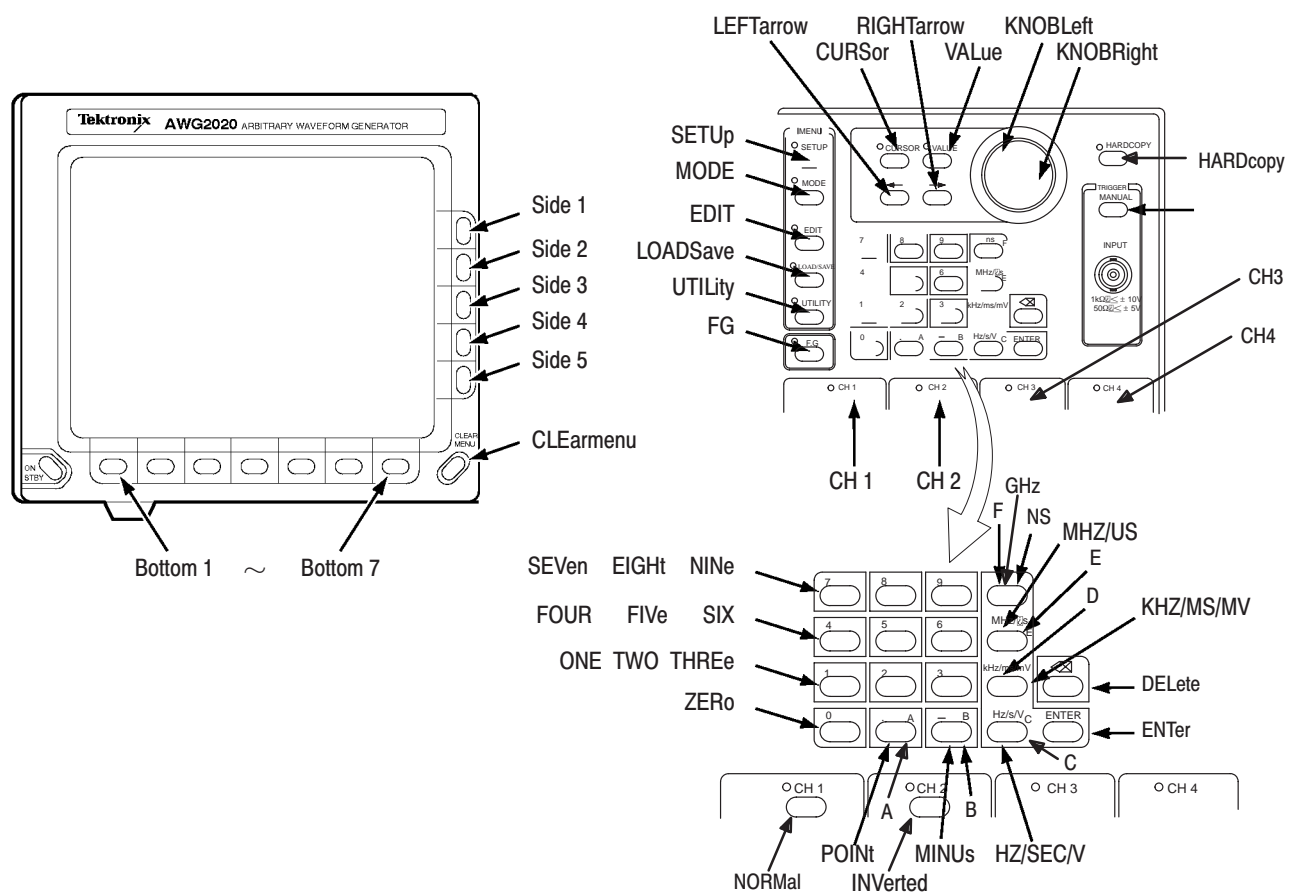

図 2-4 : アーギュメントとフロント・パネル
**アーギュメント：** 各アーギュメントで指定されたコマンドの実行は、フロント・パネルの対応するキーを1回押すこと、またはノブを 1/25 回転だけ回すことに相当します。各アーギュメントは、図 2-4 のようにフロント・パネルのキーおよびノブに対応します。